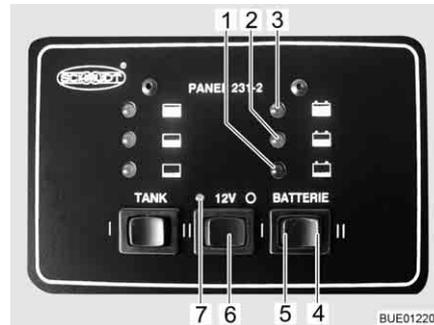

Fig. 107 Panel
El interruptor principal de 12 V (Fig. 107,6) conecta y desconecta la alimentación de 12 V del habitáculo.
- Presionar el interruptor basculante "12 V" (Fig. 107,6) a la izquierda: La alimentación de 12 V del habitáculo está conectada. La luz de control de 12 V (Fig. 107,7) se enciende de color verde.
- Presionar el interruptor basculante "12 V" (Fig. 107,6) a la derecha "O": La alimentación de 12 V del habitáculo está desconectada. Se apaga la luz de control de 12 V (Fig. 107,7).
- Presionar la parte izquierda "I" (Fig. 107,5) del interruptor basculante "BATTERIE": Indica el estado de carga de la batería del habitáculo.
La parte derecha "II" (Fig. 107,4) del interruptor basculante "BATTERIE" no tiene función.
La luz de control roja (Fig. 107,1), con el símbolo "☐", está iluminada: La batería del habitáculo está descargada. Cargar la batería del habitáculo por completo inmediatamente.
La luz de control amarilla (Fig. 107,2), con el símbolo "▒", está iluminada: La batería del habitáculo está a media carga. La reserva de energía alcanza sólo para un período limitado de tiempo. Recargar pronto la batería del habitáculo.
La luz de control verde (Fig. 107,3), con el símbolo "■", está iluminada: La batería del habitáculo está completamente cargada.